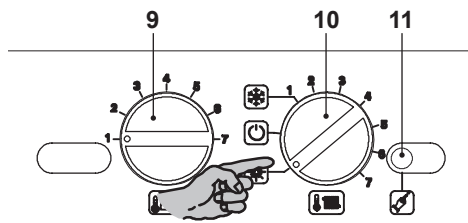

Figura 2.5
- Ruotate il selettore 10 come in Figura 2.5.